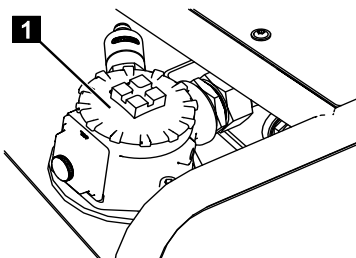

Fig. 247
2. Positionner des chiffons adaptés pour l'huile hydraulique autour du filtre hydraulique (Fig.247/1).
3. Visser le bouchon (Fig.247/1) du filtre hydraulique.